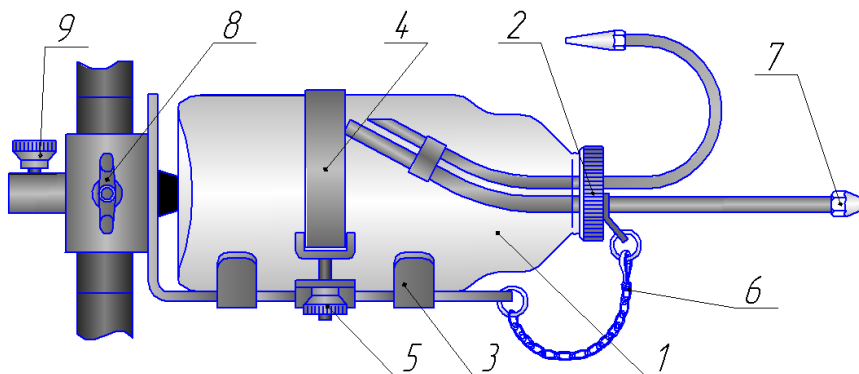

Рисунок 1 – Батометр-Бутылка на штанге ГР-16М
5.2. Батометр-Бутылка ГР-16М конструктивно состоит из однолитровой стеклянной бутылки 1 (см. рисунок 1), головки с трубками 2, обоймы (корпуса) 3 и хвостового оперения.